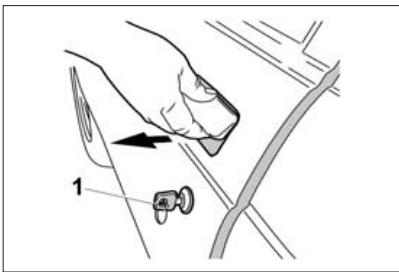
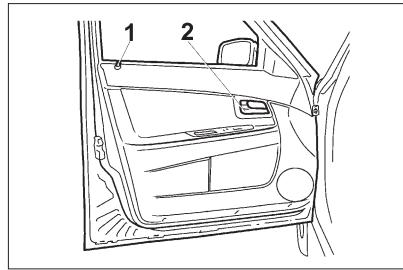
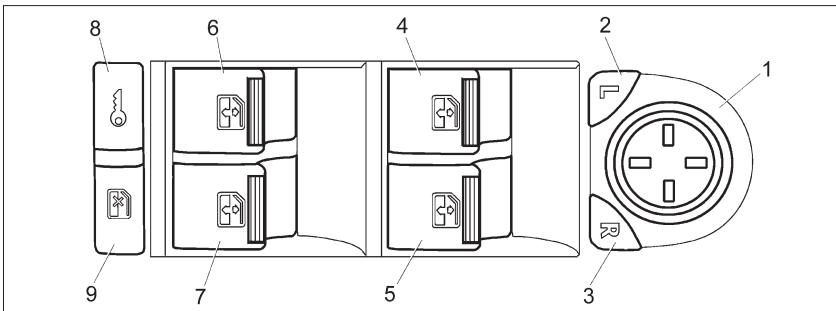
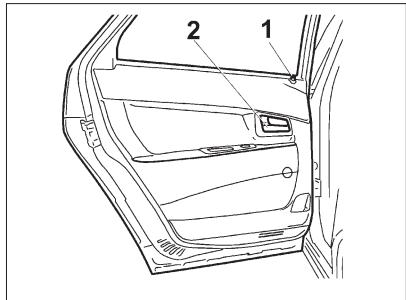

Рис. 3. Открывание двери
Рис. 4. Передняя левая дверь
Рис. 6. Модуль двери водителя
Рис. 7. Задняя левая дверь
Рис. 4а. Передняя левая дверь
Передние двери блокируются: снаружи – поворотом ключа 1 (рис. 3, 3а) или нажатием кнопки блокировки на пульте дистанционного управления; изнутри – нажатием кнопки 1 (рис. 4, 5) на обивке двери или клавиши 8 в модуле двери водителя (рис. 6). Блокировать замки передних дверей можно только при закрытых дверях.
В вариантом исполнении применяется комплектация дверей, показанная на рис. 4а, 5а:
Двери открываются: снаружи – за ручку в направлении стрелки (рис. 3), а изнутри – поворотом на себя рукоятки 2 (рис. 4, 5). Если замок двери заблокирован, то ручка будет иметь холостой ход.
Для подъема и опускания стекол передних и задних дверей используются электростеклоподъемники, которые могут управляться от переключателей модуля двери водителя (рис. 6, поз. 4...7)*, от переключателей в пассажирских дверях и от кнопок и пульта дистанционного управления. Для подъема нужного Вам стекла потяните за край
* В вариантом исполнении переключатели поз. 6, 7, 9 (рис. 6) могут отсутствовать (см. рис. 6а).
Рис. 6а. Модуль двери водителя
Задние двери блокируются снаружи – пультом дистанционного управления, изнутри салона нажатием кнопки 1 (рис. 7, 8) на двери или клавиши 8 в модуле двери водителя (рис. 6). Блокировка замков задних дверей возможна как при открытых, так и при закрытых дверях.
Для опускания и подъема стекла задних дверей используются электростеклоподъемники (**в вариантом исполнении**), которые приводятся в действие переключателями 6 и 7 (рис. 6) в модуле двери водителя и кнопками ⓧ и ⓨ пульта дистанционного управления.